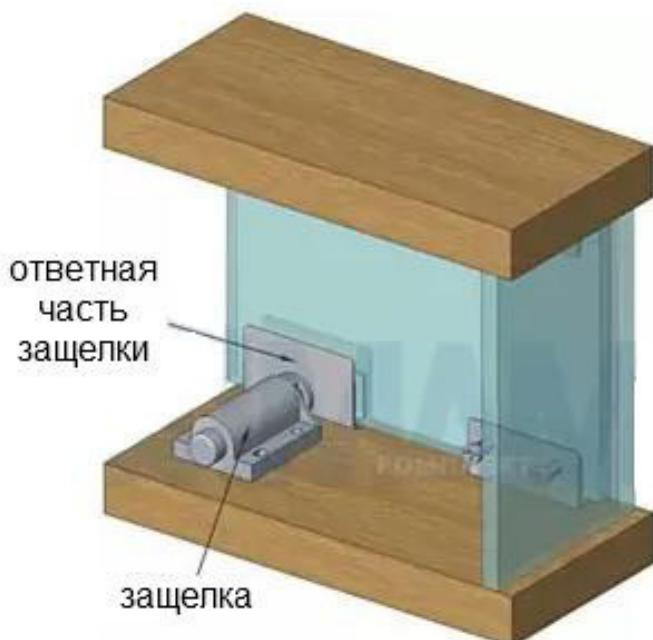

Рис. 3
4. На горизонтальный щит (26) установить магнитную защелку с помощью шурупов 3x20мм с полукруглой головкой. Защелка устанавливается с правой или левой стороны, в зависимости от направления открывания двери. Предварительно защелка закрепляется сквозь пару овальных отверстий. После навешивания двери и регулировки положения защелки по глубине, следует зафиксировать ее положение сквозь оставшуюся пару круглых отверстий (рис.3).